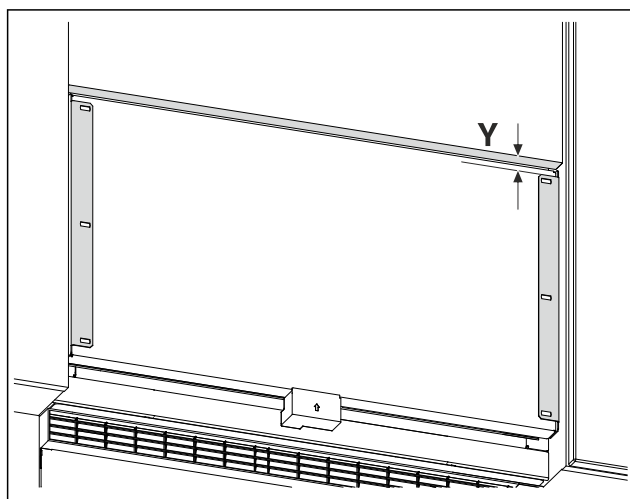

Fig. 24 Immagine a titolo di esempio
- Misurare la distanza Fig. 24 (Y) dal bordo inferiore della porta del mobile all'angolare di supporto.